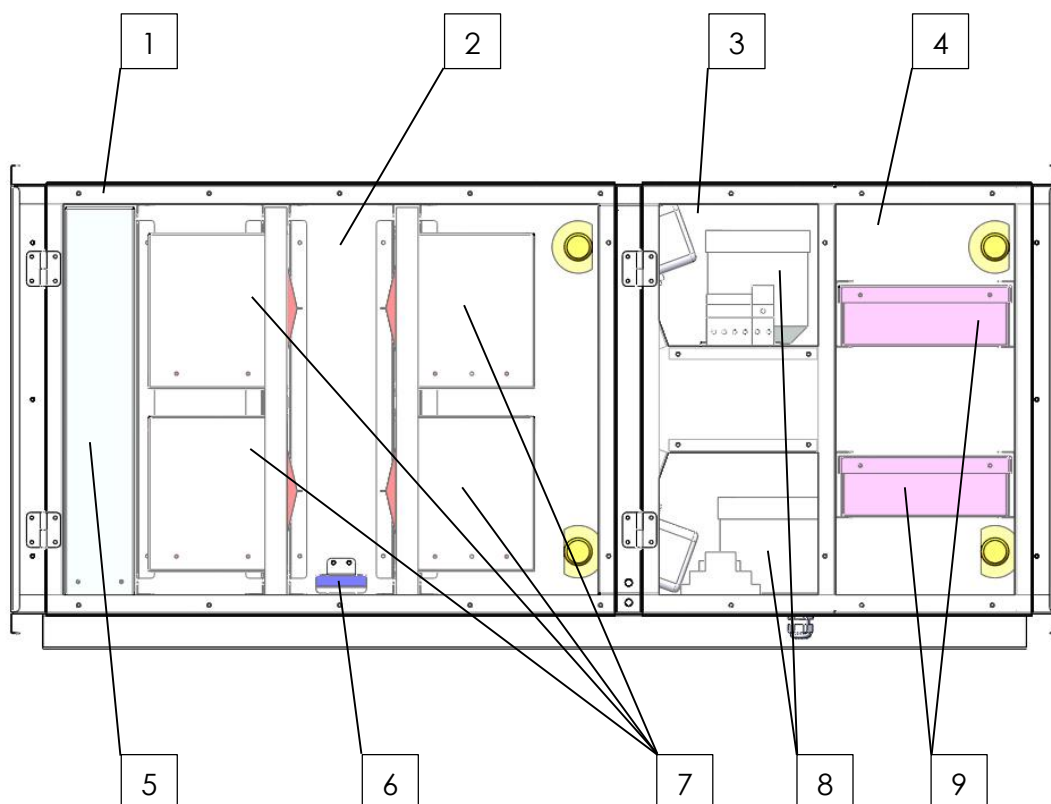

Рис.3 Оборудование в разрезе
- 2) Вызвать сертифицированного технического специалиста (служба технической поддержки Завода-Производителя, тел. +7 (499) 110-58-05, доб.204).
5. **Произвести чистку блока предварительной очистки (ФСМ).** Основной элемент блока – кассета ФСМ (Рис. 3, поз. 5).
3. Обслуживание газоразрядного блока. Основной элемент блока – Газоразрядная ячейка (Рис. 3, поз. 7). Производится осмотр кварцевых электродов на наличие трещин, сколов, повреждений
Основной элемент блока - Сорбционная кассета (Рис. 3, поз. 9). Кассета заполнена специализированным угольным наполнителем, который подлежит периодической замене.